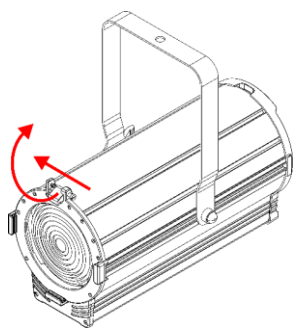

Fig. 11
- 01) Premere la **vite a molla (01)** e contemporaneamente sollevare il **fermo del portagelatina (02)** e ribaltarlo all'indietro (vedere la Fig. 11).